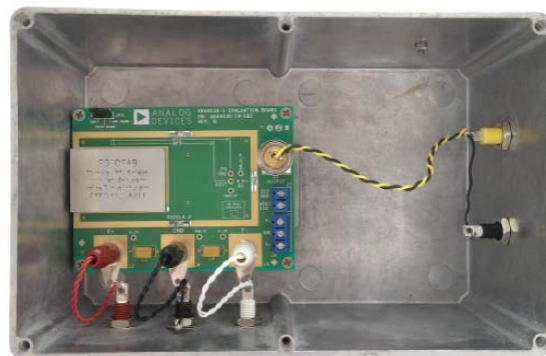

図 6. ADA4530-1R-EBZ-BUF を囲んでいる金属ボックス (信号グラウンドに接続)
2. ADA4530-1R-EBZ-BUF を金属ボックスに入れます (図 6 を参照)。